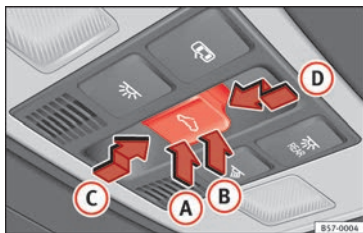

Fig. 136 Nel rivestimento interno del tetto: tasto del tettuccio di vetro.
Il tasto  **fig. 136** presenta due livelli. Nel primo livello è possibile porre il tettuccio di vetro in posizione di deflettore e aprirlo o chiuderlo, completamente o parzialmente.
- *Tettuccio di vetro*: prima che siano trascorsi approssimativamente 5 secondi dall'attivazione della protezione antischiacciamento, premere il tasto  » fig. 136 fino al secondo livello nel senso della freccia » fig. 136  finché il tettuccio non si sarà chiuso completamente.